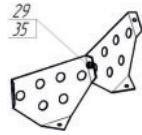

Рис. 16
3.11. Преодолевая усилие пружины (16), оттянуть фиксатор (8) вниз и повернуть ёмкость на удобный угол. Прикрепить лопасти (11) к ёмкости нижней (2) и ёмкости верхней (12), с помощью болтов (17), шайб (28) и гаек (32), при этом шайбы установить с наружной стороны ёмкостей.
Возможна комплектация бетоносмесителя сборными лопастями (рис. 16). В этом случае необходимо две полу-лопасти скрепить между собой болтом (35) и гайкой (29). После установить в бетоносмеситель с помощью болтов (21), шайб (14) и гаек (29).